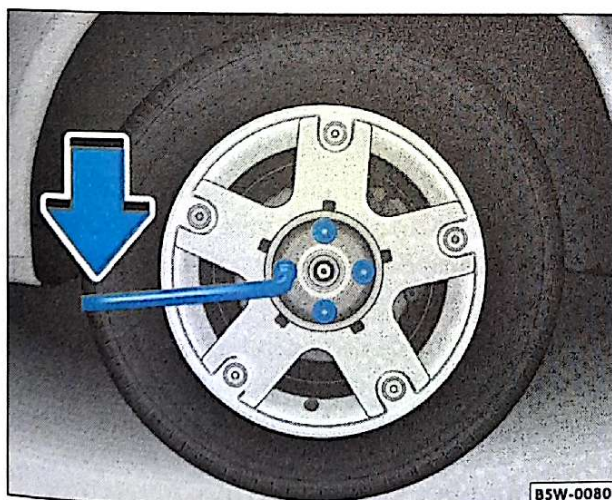

Fig. 123 Desaperto dos parafusos da roda
- Posicione a chave de roda sobre o parafuso da roda, até encostar ⇒ fig. 123.